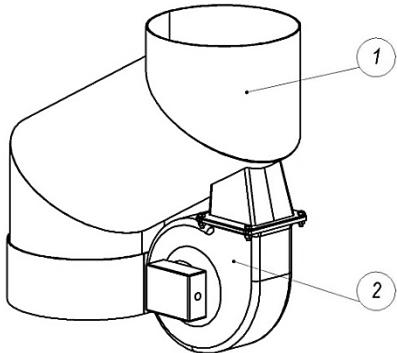

Рис. 10
- Дымовой аспиратор (дымосос). (Рис.10).
Является дополнительной опцией, позволяющей увеличить тягу отводимых газов. Устанавливается в соответствии с Рис.10.